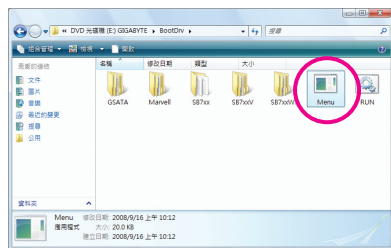
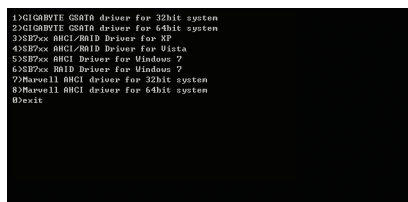

图 4
图 5
- 2: 进入光盘片中“BootDrv”资料夹，双击“Menu.exe”档案(图4)后会出现“命令提示字符”画面，内含如图5的控制器选单。
以图5的选单为例：